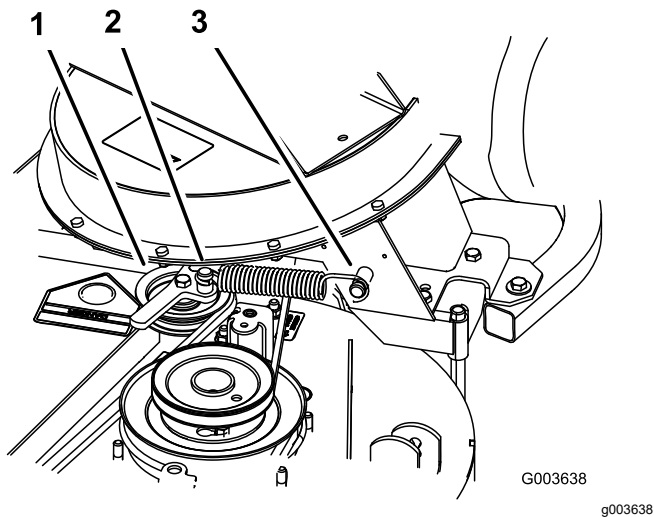

Figura 16
4. Instale el muelle según se muestra en Figura 16.